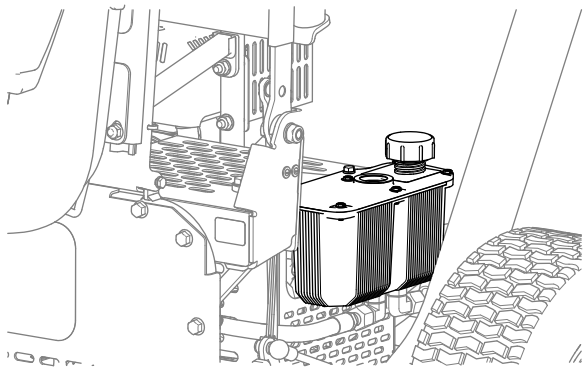

图 39
4. 安装油箱盖 图 39。
2. 卸下液压油箱盖 图 39。